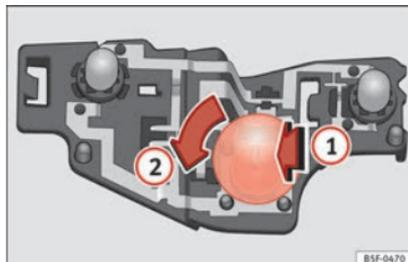

Fig. 120 Posizione delle lampadine nel portalamпада.
- Premere leggermente la lampada difettosa verso il portalamпада » **fig. 120 (1)**, ruotarla quindi verso sinistra **(2)** ed estrarla.